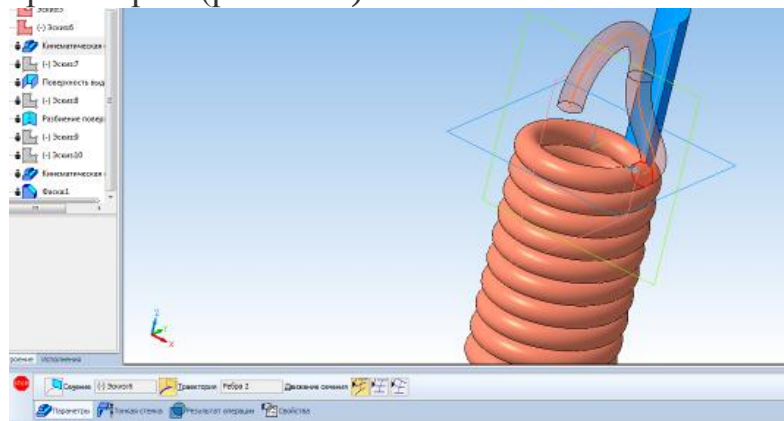

Рис. 10.8. Операция выдавливания
10. Вызываем кинематическую операцию, выбираем сечение и две кривые в качестве траектории (рис. 10.8)